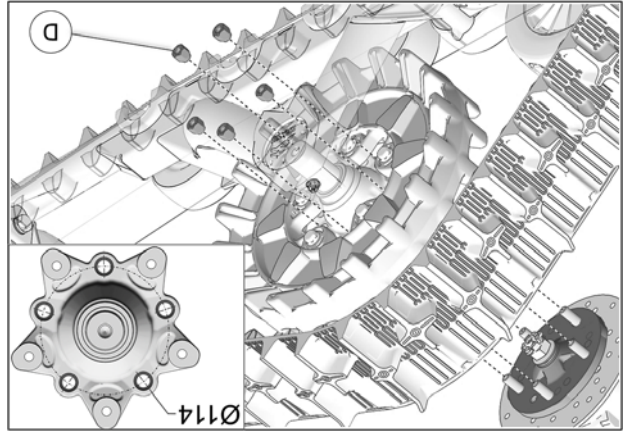

Fig. 20
11. Fixer le système de traction au moyen de roue avant. Utiliser les écrous de roue M12 (D) fournis. Voir la Fig. 20